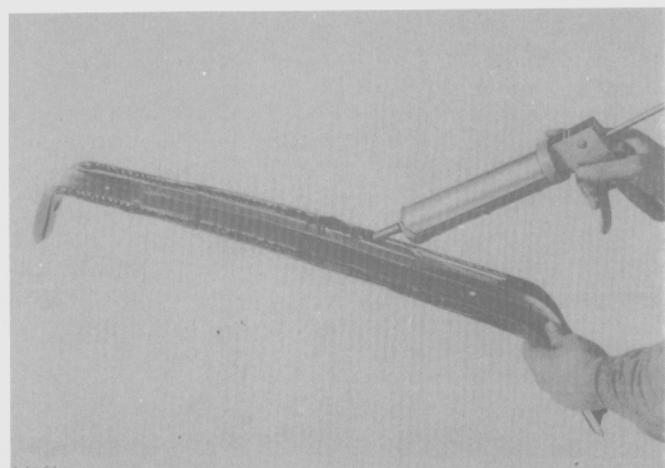

Fig. 62
- Aplicar adhesivo al soporte del techo y montarlo (Fig. 62).